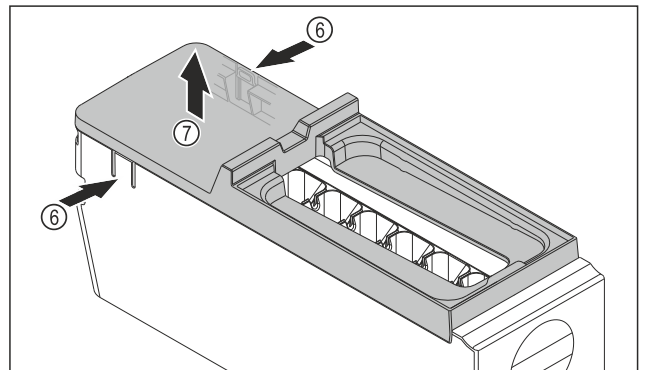

Fig. 132
- ▶ Extraer la cubierta del EasyTwist-Ice: Presionar con la mano las lengüetas Fig. 132 (6) a ambos lados del cuerpo del EasyTwist-Ice.
- ▶ Sacar la cubierta Fig. 132 (7) con la otra mano tirando hacia arriba.